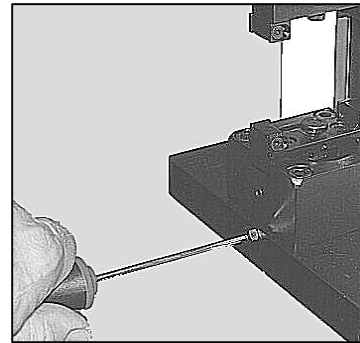

Fig. 8.03
- Dévisser la vis de serrage. (Fig. 8.03)
- Serrer la vis de serrage. (Fig. 8.03)